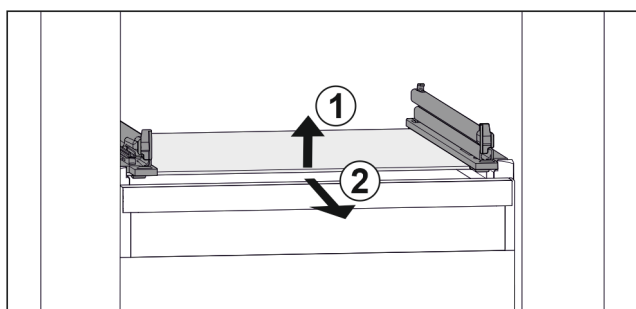

Fig. 39 Příklad znázornění skleněné desky
- ▶ Nadzvedněte skleněnou desku vpředu. Fig. 39 (1)
- ▶ Vyjměte skleněnou desku dopředu. Fig. 39 (2)